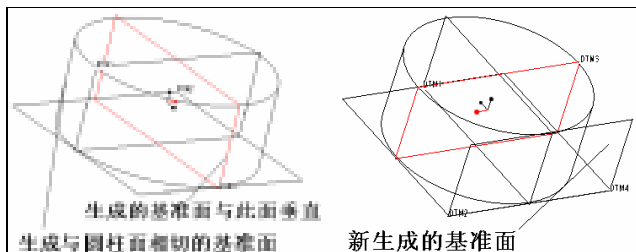

图1-6 以【Tangent】方式生成基准面
- 【Tangent】：生成一个与圆柱体表面相切的基准面。这种方式只适合于曲面，对平面无效。它也需要和其他约束条件一起使用，比如【Through】、【Normal】等，如图 1-6 所示。